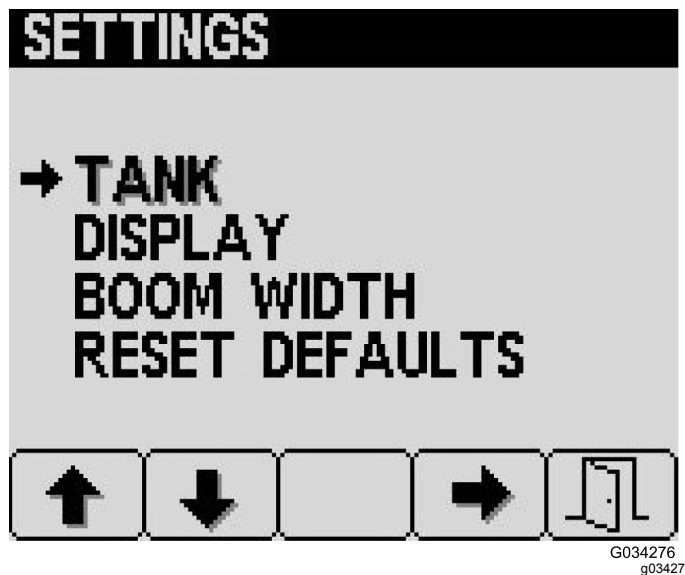

図 23
1. 設定 Settings 画面でボタン2を何度か押してタンク Tank へ移動し、ボタン4でそれを選択する 図 23。